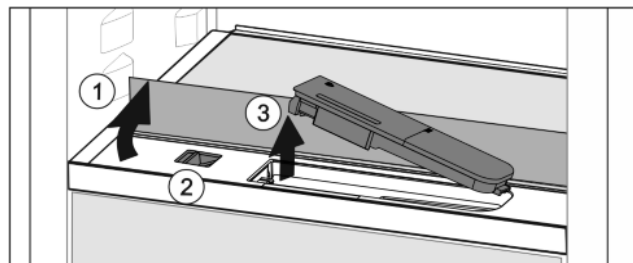

Fig. 38
- ▶ Stekleno ploščo dvignite in jo sklopite nazaj do omejevalnika Fig. 38 (1).
- ▶ Drsnik Fig. 38 (2) potisnite v levo.
- ▶ Odstranite rezervoar za vodo Fig. 38 (3).